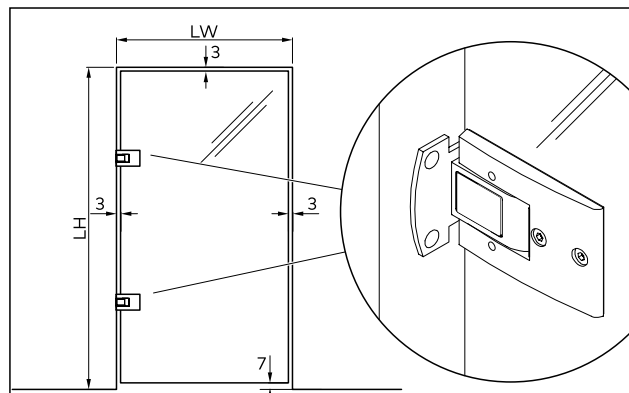

Fig. 5 Distanze per il fissaggio
1. Collocare e impostare perpendicolarmente i battenti in vetro nella posizione di montaggio su blocchetti di legno. Rispettare le distanze (Fig. 5)